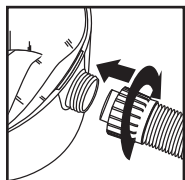

FIGURE 31
43. Rebrancher le tuyau souple dans l'aspiration, puis serrer son écrou. **FIGURE 31.**